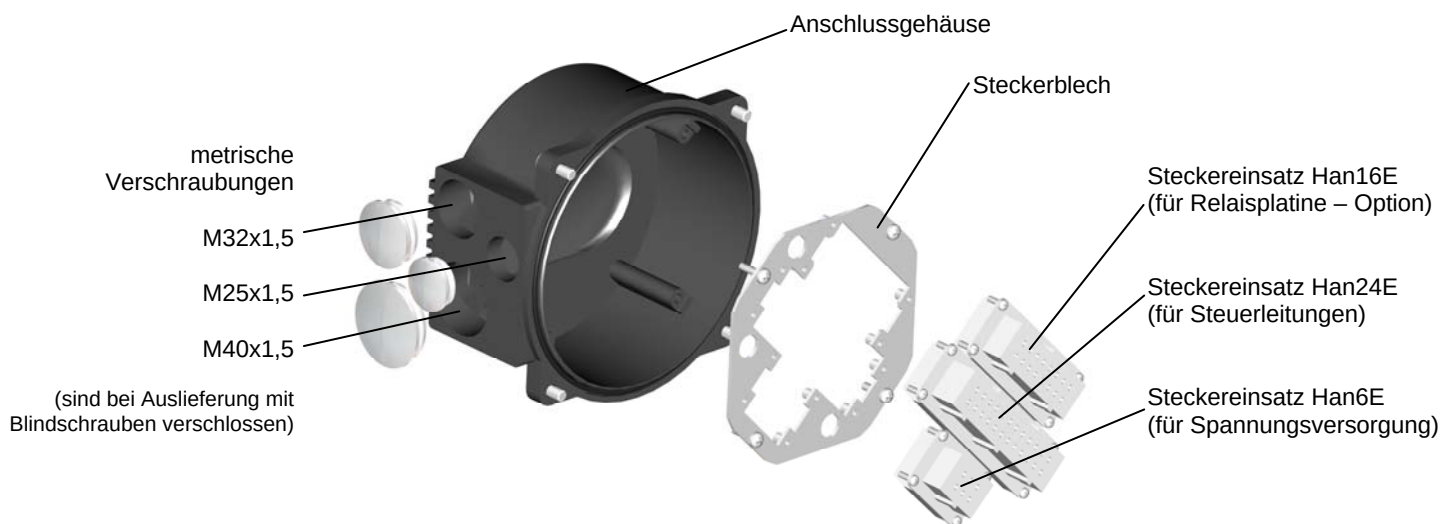
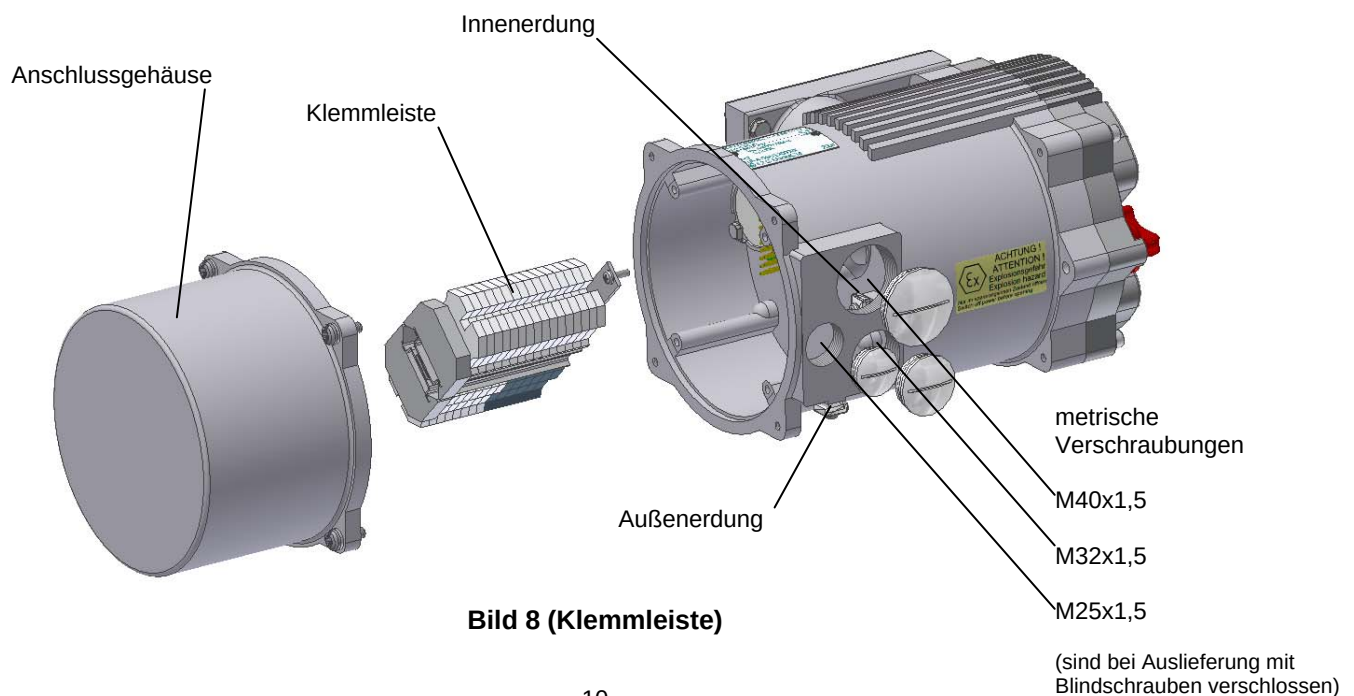

Bild 7 (Steckerdeckel)
Bild 8 (Klemmleiste)
- Anschluss von Steuerleitung und Motor über Stecker (siehe Bild 7) mit Schraubanschluss ($I_n=16A$): Der maximale Leiterquerschnitt beträgt $2,5\text{mm}^2$
- Bei **explosionsgeschützten Stellantrieben** bzw. auf Bestellung Anschluss des Stellantriebes über Klemmleiste (siehe Bild 8): Der maximale Leiterquerschnitt für die Steuerung beträgt $2,5\text{ mm}^2$ und für den Leistungsanschluss 4mm^2 .
Die Verdrahtung erfolgt über einen von den Steuersignalen separaten 6-poligen Stecker. (siehe Bild 7 - Steckereinsatz Han6E) oder über die Klemmleiste an L1, L2 u. L3. (siehe Bild 8)